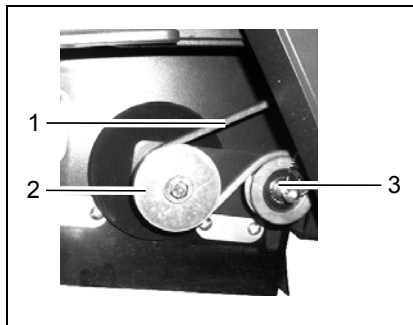

Abb. 42
3. Riemen (Abb. 42/1) von den Riemenscheiben (Abb. 42/2+3) abnehmen.
Die Riemenspannung wird über eine gefederte Spannrolle (Abb. 42/3) sichergestellt.